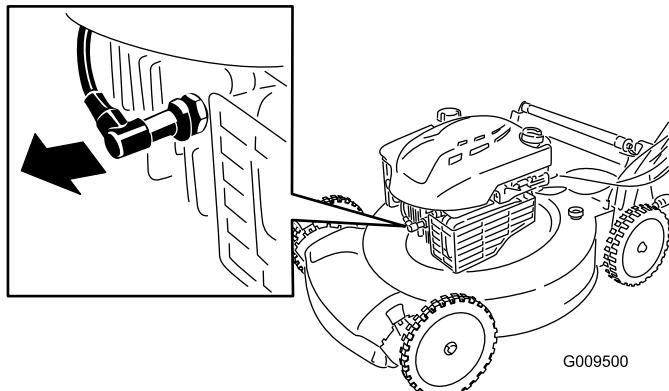

Figura 18
- Desconecte el cable de la bujía (Figura 18) antes de realizar cualquier procedimiento de mantenimiento.